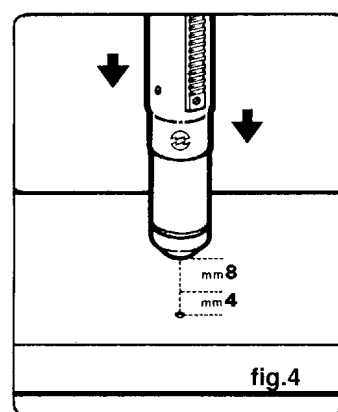

fig.4
• **en el empleo automático** (ver fig.4) mantener el inyector a 7/8 mm de distancia de la pieza y si es posible después de haber efectuado el orificio acercarlo a aproximadamente 4 mm. No efectuar orificios en espesores superiores a los 10/12 mm.